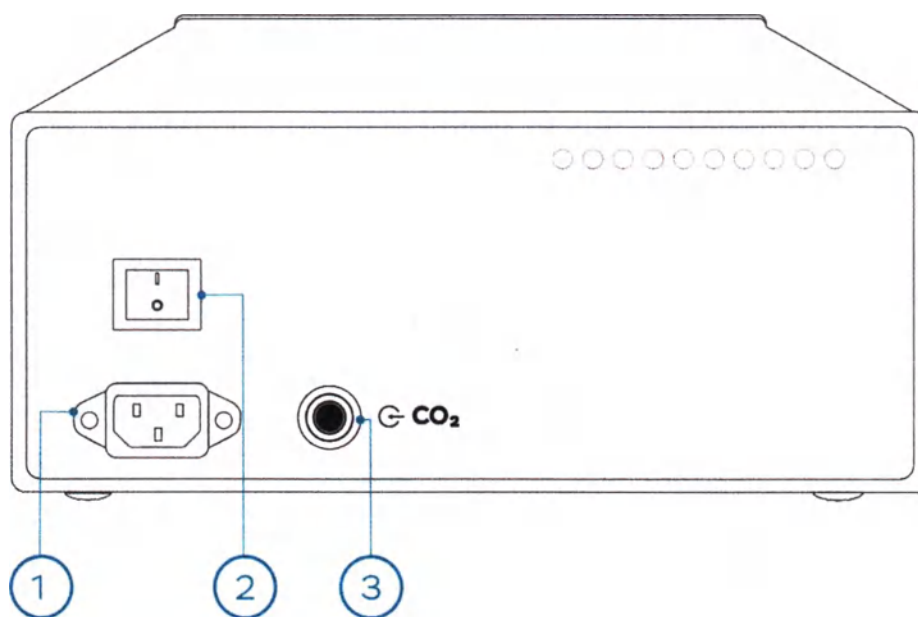

Рисунок 2 – Общий вид задней панели
5.2.1 Соединить инсуффлятор с источником углекислого газа давлением в диапазоне 0,1-0,7 МПа. Для этого шланг высокого давления вставить в разъем CO_2 (рис.2, поз.3). Другой конец шланга подсоединить к источнику углекислого газа.
5.2.3 Вставьте шнур питания инсуффлятора в разъем для подключения шнура питания (рис. 2, поз. 1), расположенный на задней панели и подсоедините к питающей сети.
5.4.1 Включить питание инсуффлятора нажатием на сетевой выключатель (поз.2, рис.2).